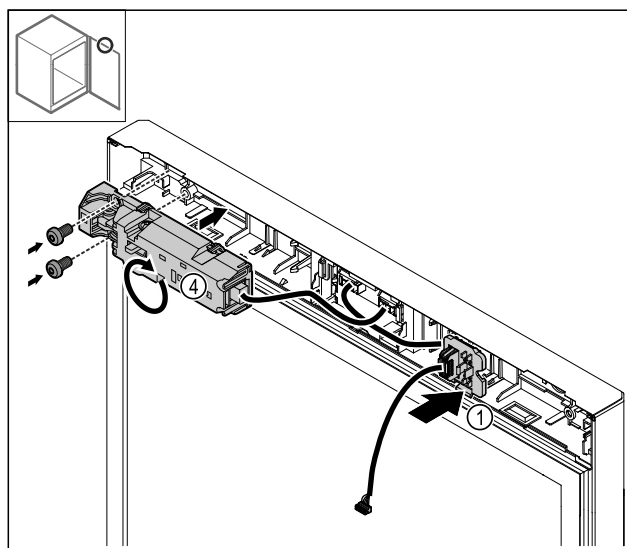

Fig. 28
- Haka i kontakthållaren Fig. 28 (1) på den motsatta sidan.
- Vrid det elektriska låset Fig. 28 (4) 180° och fäst på motsatt sida.